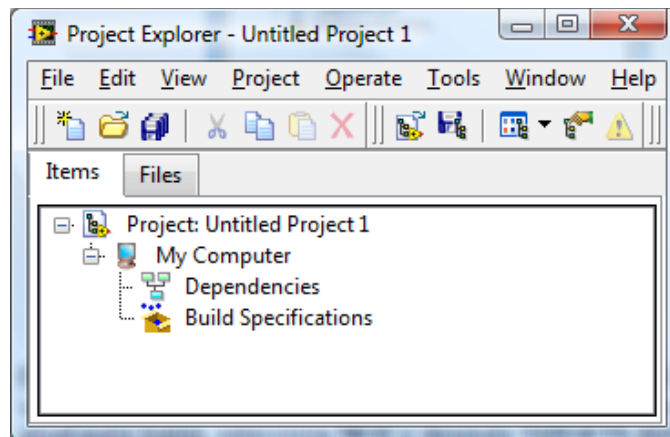

Ilustración 11. Ventana Project Explorer
PASO 3.- Aparece la ventana Project Explorer que se muestra en la ilustración 11. Da clic sobre *File* > > *Save Project* e indicar la dirección en la cual se desea guardar el proyecto, así como su nombre.